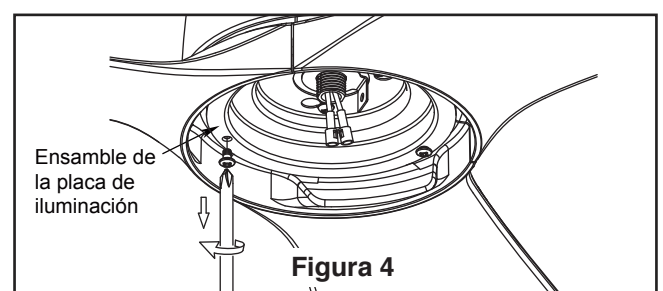

Figura 4
4. Levante cuidadosamente el ventilador y coloque el ensamble de la bola para colgar/varilla en la abrazadera para colgar que acaba de fijar a la caja de salida. Asegúrese de que la ranura de la bola esté alineada con la lengüeta de la abrazadera para colgar. (Figura 4)
5. Fije el cable de seguridad al cable de soporte para techo. Deslice la abrazadera de cables por el cable de seguridad (del ventilador). Pase el extremo del cable a través del aro que forma el cable de soporte para techo. Tire lo más posible del cable a través del aro. Inserte el extremo del cable en el orificio de la abrazadera y ajuste firmemente el tornillo. (Figura 4)
3. Realice las conexiones de cables al bloque del terminal como se muestra en la Figura 4.
4. Extraiga uno de los tres tornillos de ensamble de la placa de iluminación. Guárdelos para después y afloje levemente los otros dos tornillos. (Figura 4)
4. Para que el ventilador sea funcional, instale las pila (incluidas) de 3V en el transmisor del mando a distancia. Mientras el ventilador esté apagado. A continuación, siga el proceso de fijación remota de código. Si no se utiliza el ventilador durante un largo periodo de tiempo, extraiga la batería para evitar cualquier daño al transmisor. Almacene el mando a distancia en un lugar alejado del calor o la humedad excesiva. (Figura 4)